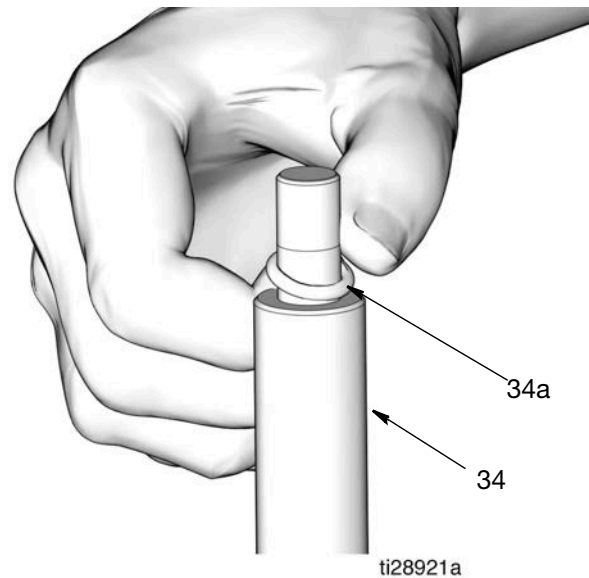

FIG. 25
d. Jeter le joint (4) du piston, le joint torique (34a) et l'écrou (37) en observant toutes les réglementations concernées.
21. Utiliser un extracteur de joint torique pour enlever le joint torique (34a) de la tige de piston (34) (FIG. 25).